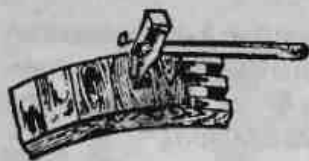

Рис. 115
2) Оклейка узких кромок в мебельном деле встречается не менее часто и производится обычно без всяких зажимов при помощи продолжительного притирания ребром молотка (рис. 115). С этой целью оклеиваемую доску обвяза закрепляют в передних тисках столярного верстака кромкой кверху и покрывают ее слоем горячего клея; смазывают горячим клеем и узкую фанерную полоску, которую нужно наложить на место, пока клей еще не застыл. Затем начинают притирать ее ребром молотка до тех пор, пока клей не загустеет окончательно. Если молоток начнет задира́ть шпон и притирание станет затруднительным от налипших частиц выступившего клея, молоток необходимо смочить водой и припудрить тальком.